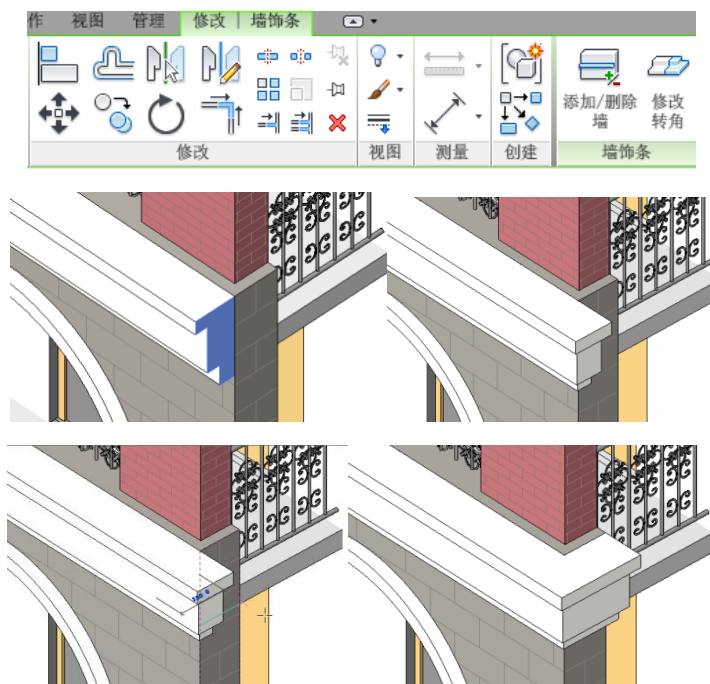

图 5-6
- 6) 在三维视图中, 选择阳台外墙的墙饰条, 点击“修改/墙饰条”上下文选项卡 > “墙饰条”面板>“修改转角”工具, 点击墙饰条端部截面, 墙饰条端部自动转折 90 度, 按 ESC 键退出当前命令, 选择墙饰条拖动端点距离 350mm, 对阳台外墙的墙饰条的其余三个端点执行相同操作 (如图 5-6 所示)。